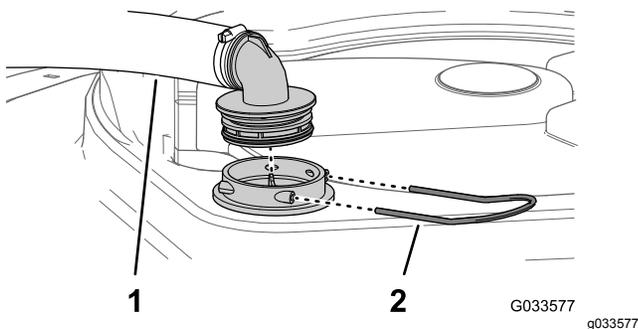

Figura 97
2. En la parte superior del depósito de fumigación, retire la horquilla de retención que sujeta el acoplamiento que está conectado a la manguera grande y al alojamiento del filtro (Figura 97).
3. Retire la manguera y el acoplamiento del alojamiento del filtro (Figura 97).